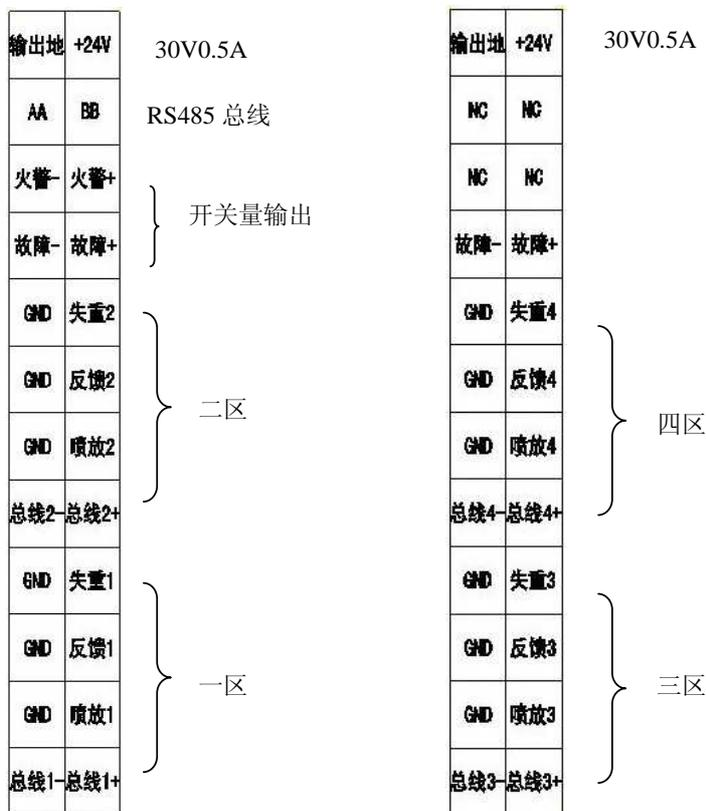

图2.4 气体灭火控制器外接端子示意图
- 2) 上图2.4所示，第一台RS485设备和最后一台RS485总线设备需要端接匹配电阻120欧姆。
- 3) 采用手拉手网络，如图2.4所示。